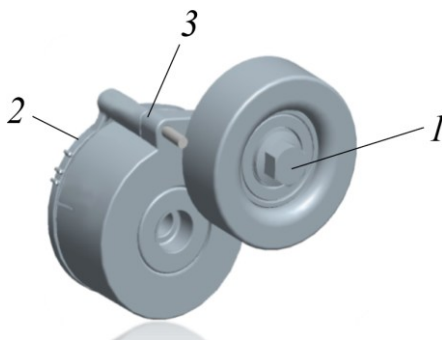

Рисунок 5.22. Натяжное устройство ремней двигателя
- 1) Проверить отсутствие заклинивания натяжителей ремней, повернув ключом S=15 два-три раза поворотный корпус ролика 1 относительно неподвижного основания 2 против часовой стрелки до совмещения отверстий 3 под установочный штифт (рис. 5.22). В случае заклинивания натяжителя, ослабить болт крепления и повторить операцию, описанную выше.